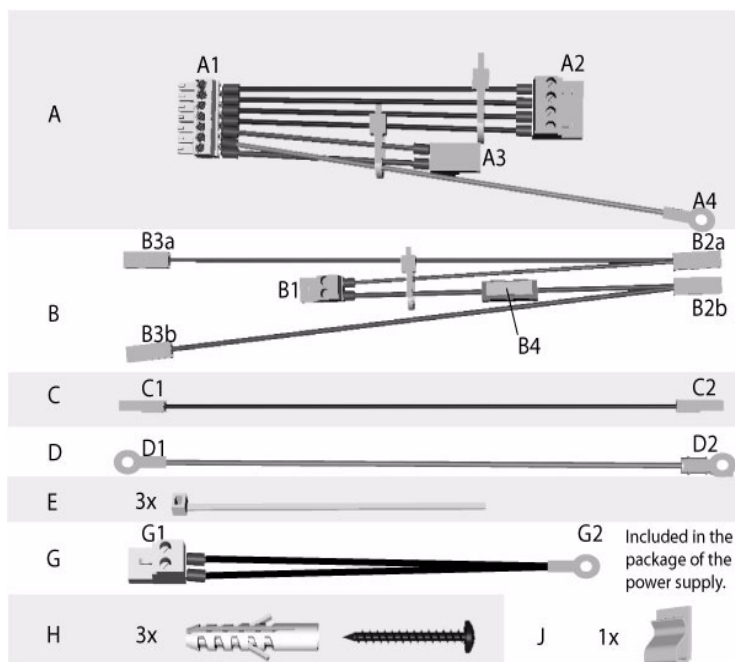

Рисунок 2 Содержимое комплекта аксессуаров
3. Вставьте кронштейн **J** (**Рисунок 2**) в нижнюю часть корпуса таким образом, чтобы впоследствии на нем